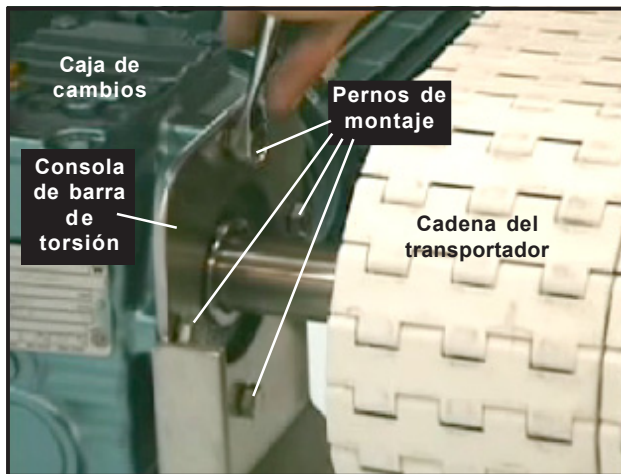

Figura 41: Quite los cuatro pernos de montaje
- Con una llave inglesa de 13 mm, saque los cuatro pernos que sostienen el motor con engranaje reductor a la consola de barra de torsión (*Figura 41*).